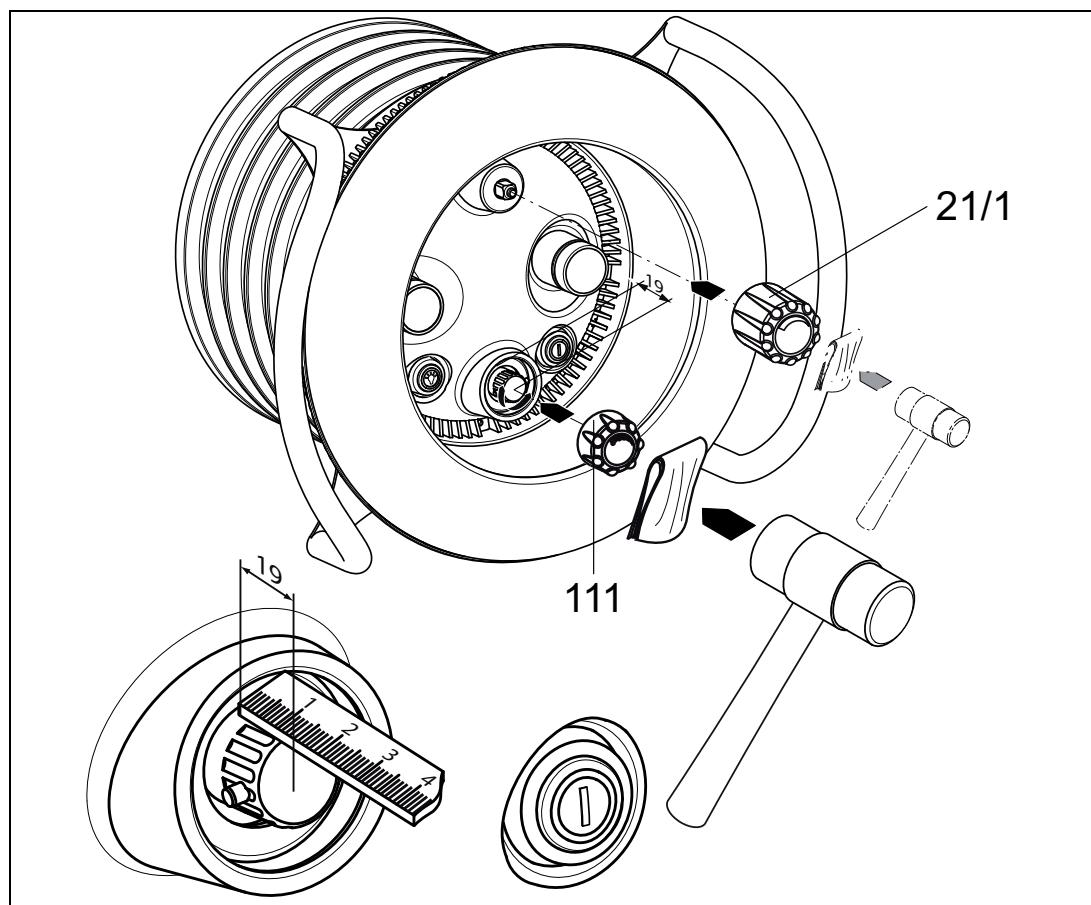

Abb.13
12. Kappe für Mengen- (**21/1**) und Luftregulierung (**111**) mit Hilfe eines Gummi-Hammers und Schutztuches befestigen (*Abb. 13*).